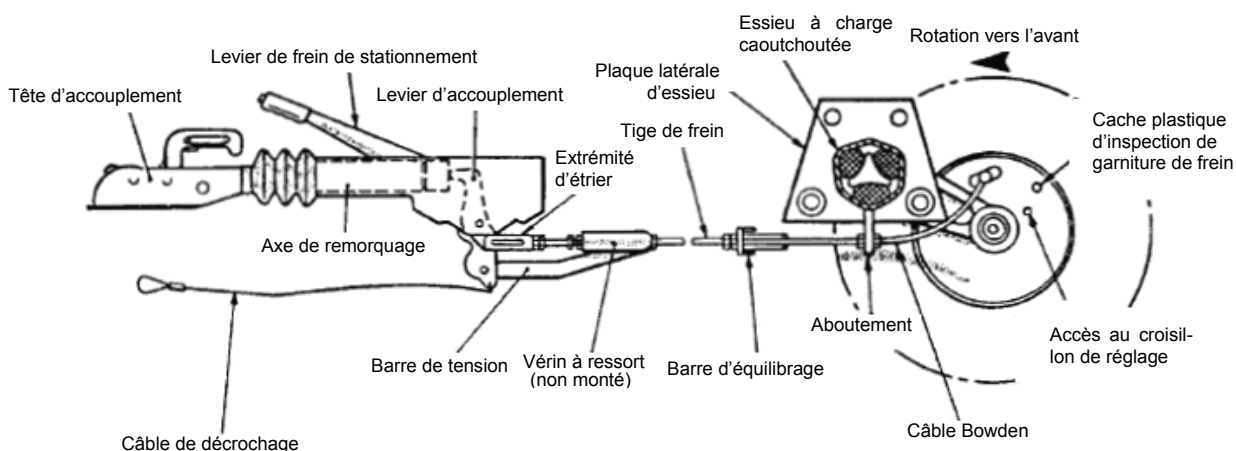
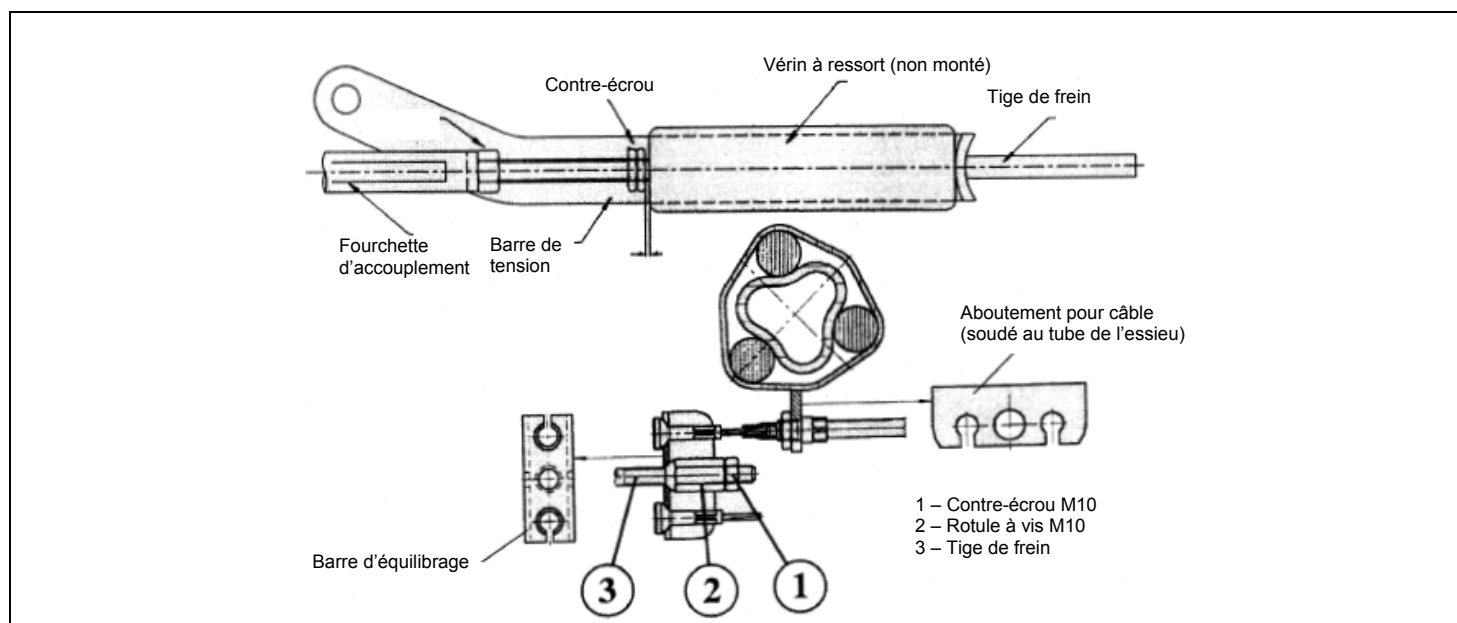

Figure 9.4 – Schéma du système de freinage
Figure 9.5 – Schéma du système de freinage / détail
4. Déposer le cône intérieur en plastique monté sur la plaque d'appui de manière à dégager l'accès au régleur à croisillon. (figures 9.4 et 9.6).
7. Vérifier le réglage à l'extrémité du câble de frein, là où il s'attache à l'aboutement (contrefort) soudé au centre de l'essieu. Lorsque le câble intérieur est dégagé, il doit faire saillie sur une longueur comprise entre 5 et 8 mm (figure 9.5).
9. S'assurer que la barre d'équilibrage (compensateur) est également répartie (figures 9.4 et 9.5). Le mouvement excessif de cette barre signale un possible défaut de réglage (le cas échéant, répéter l'opération 7).
- Remarque :** un réglage excessif de la rotule à vis (fig. 9.5 – rep. 2) peut induire un déplacement du câble de frein, ce qui peut entraîner une réduction du jeu des segments de frein. Si le levier d'accouplement ne peut pas venir en contact, il se peut que cela tienne à un défaut de réglage des deux contre-écrous situés à l'avant du vérin à ressort. Desserrer les contre-écrous puis régler la tige de frein comme il a été dit ci-dessus (figures 9.4 et 9.5).